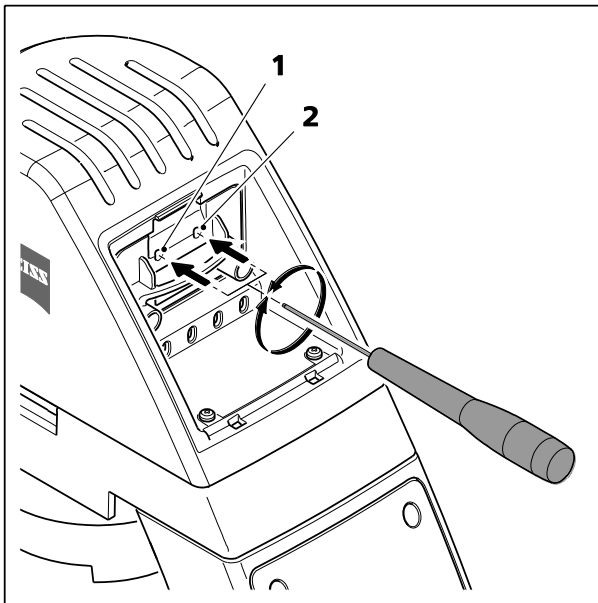

Fig. 21 Centrage de l'ampoule halogène
- Si le fond d'éclairage n'est pas homogène, centrer l'ampoule halogène en tournant légèrement les deux vis (Fig. 21/1 et 2) avec la clé hexagonale SW 2.5.